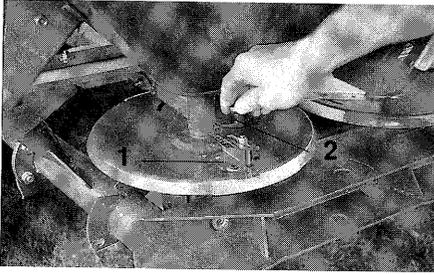

Fig. 7.12
Zum Bestreuen entlang Feldrändern oder Feldgrenzen wird die Grenzstreuschaufel "**Tele-Quick**" (Fig. 7.12/1) (Serienausstattung) für **linksseitiges Randstreuen** oder der **Grenzstreuschirm** (Fig. 7.17) (Sonderausstattung) eingesetzt.
- Lange Streuschaufel von linker Streuscheibe "**Omnia-Set**" (in Fahrtrichtung gesehen) gegen Grenzstreuschaufel "**Tele-Quick**" (Fig. 7.12/1) auswechseln. **Bei Nichtgebrauch Grenzstreuschaufel "Tele-Quick" bzw. lange Streuschaufel seitlich an Maschine (Fig. 7.13) befestigen.**
- b) Schaufelaußenteil (Fig. 7.15/4) ist nach Lösen der Mutter (Fig. 7.15/5), z.B. mit Innensechskant von Knebelmutter (Fig. 7.12/2), auf der Skala (Fig. 7.15/6) radial ausziehbar von Stellung "**A bis F**". Abgelesen wird die jeweilige Stellung des Schaufelaußenteils an der Ablesekante (Fig. 7.15/7) auf der Skala.